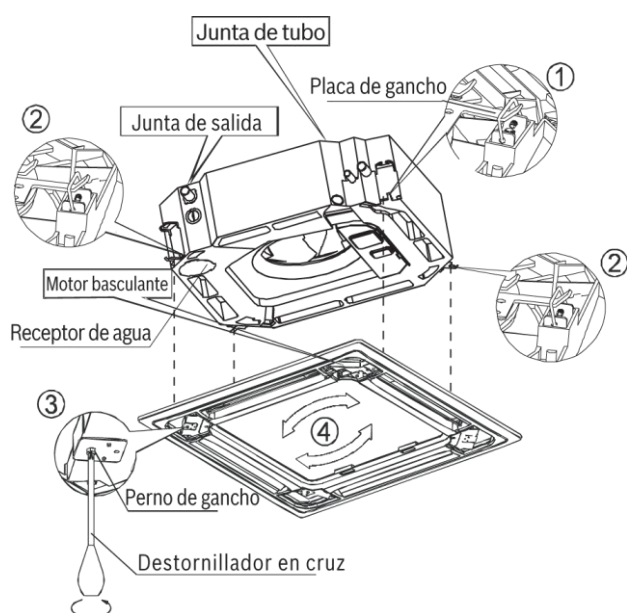

Fig.1-10
- Ajustar correctamente el motor de movimiento de rejillas en el panel a los conectores del cuerpo. (Véase fig.1-10)